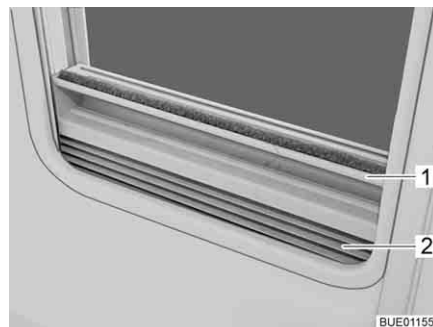

Fig. 39 Estor plegable
- Cerrar:* ■ Sujetar el estor plegable (Fig. 39,2) por el centro del agarradero (Fig. 39,1), tirar de abajo a arriba y soltarla a la altura deseada. El estor plegable se queda fijo a esta altura.